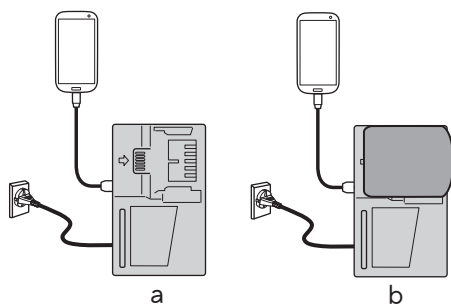

图 49
- 将 USB 设备插入插座进行充电 (图 49-a)。
- 将 USB 设备和电池插入插座进行充电。(图 49-b)